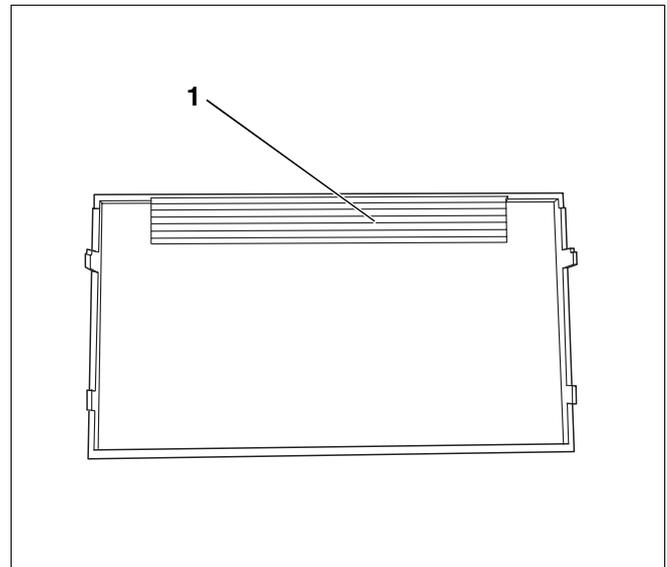

Abb. 8 Kunststoffplatte
Die mitgelieferte Kunststoffplatte (Abb. 8, Seite 8) wird später von unten als Sichtschutz auf das Regelgerät gedrückt. Eventuell ist die Höhe dieses Teils bei der Montage zu berücksichtigen.
- Im Bereich der Riffelung (Abb. 8, **Pos. 1**) Platte mit Seitenschneider o. ä. an den Stellen ausschneiden, an denen die Leitungen in das Gerät führen.